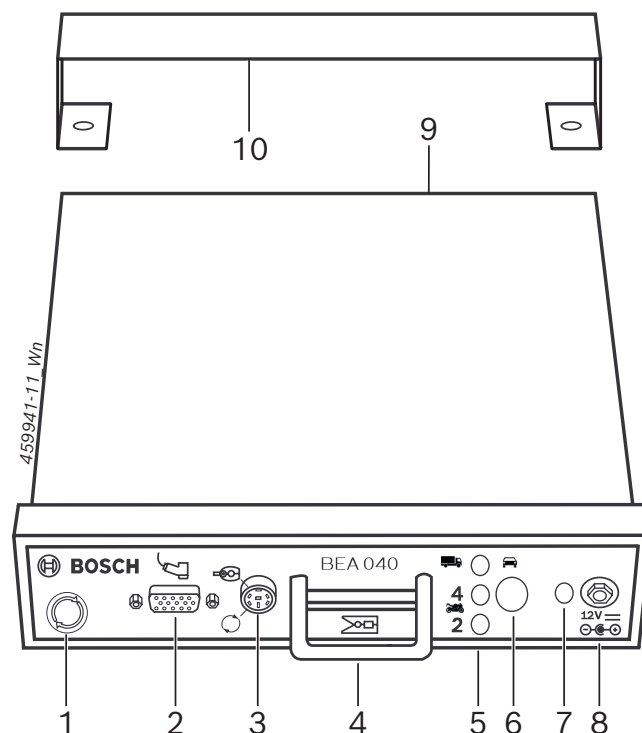

Fig. 1: BEA 040
De cada vez que se prime o botão de modo (Fig. 1, pos. 6), é selecionado outro modo (veículo de passeio/pesado ou moto de 2/4 tempos). O modo selecionado é indicado através do respectivo LED de modo (Fig. 1, pos. 5).
O LED da tensão do alimentador (Fig. 1, pos. 7) acende-se a azul com o alimentador ligado.